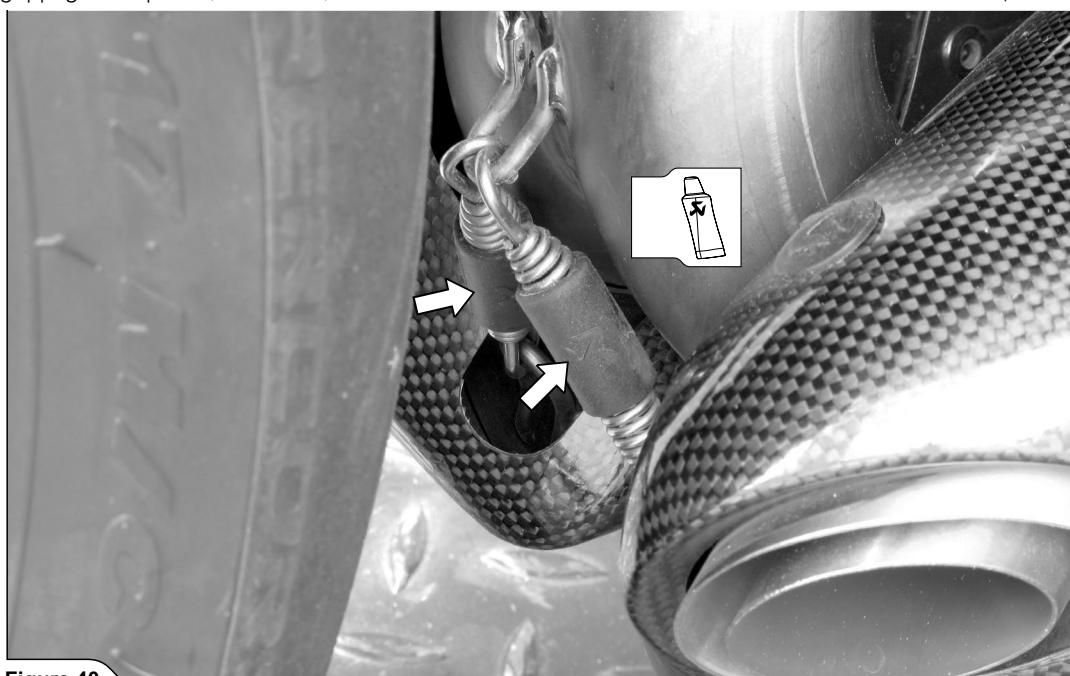

Figure 40
- Faire coulisser les silencieux sur les sorties du collecteur, serrer à la main les boulons des brides des silencieux et accrocher les ressorts (Figure 40).